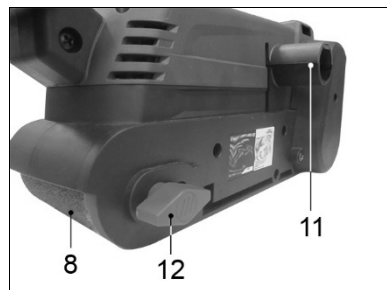

Рис. 7.
7.3. Регулировка положения шлифовальной ленты на машине модели ЛМЭ-900/533Э (Рис. 7)